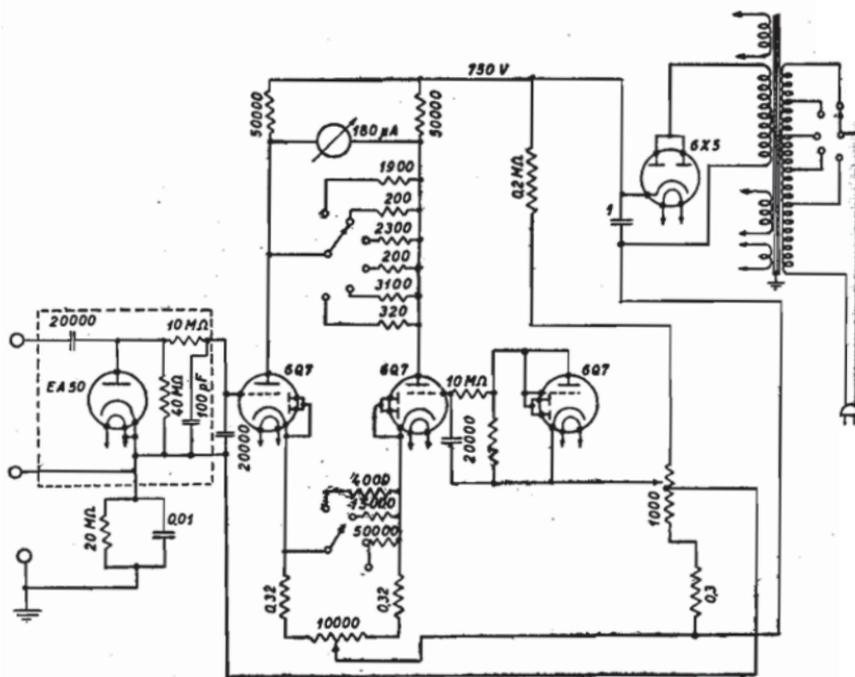

Fig. 229. — Voltmetro elettronico Pontremoli tipo R 228.
*Voltmetro elettronico Pontremoli R 228, fig. 229.*